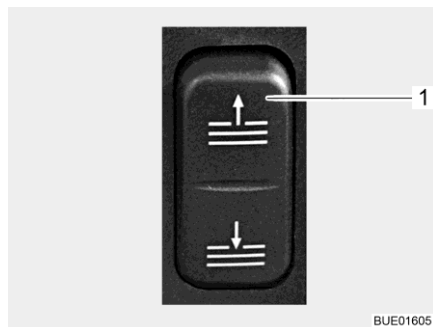

Fig. 47 Interruttore (comando elettrico della tendina oscurante pieghevole)
- Apertura e chiusura:** ■ Premere l'interruttore sul cruscotto (Fig. 47,1).